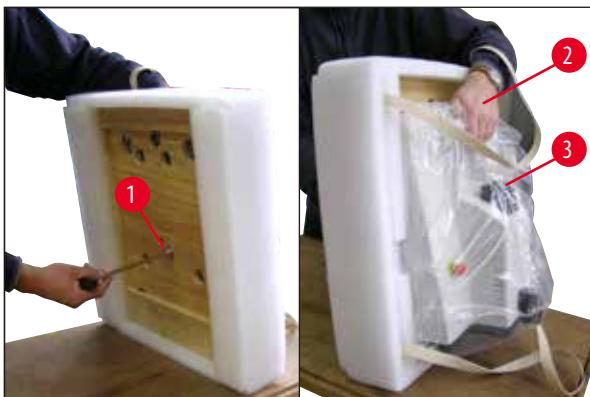

Fig. 5
- Înclinați aparatul, inclusiv placa de bază (→ Fig. 5) - țineți aparatul cu o mână pe locașul (→ Fig. 5-2) pentru tava tampon! Nu ridicăți și nu țineți NICIODATĂ aparatul de capul de tăiere (→ Fig. 5-3)! Deșurubați șurubul (→ Fig. 5-1) cu ajutorul cheii imbus de mărimea 8 furnizate și scoateți placa de bază.